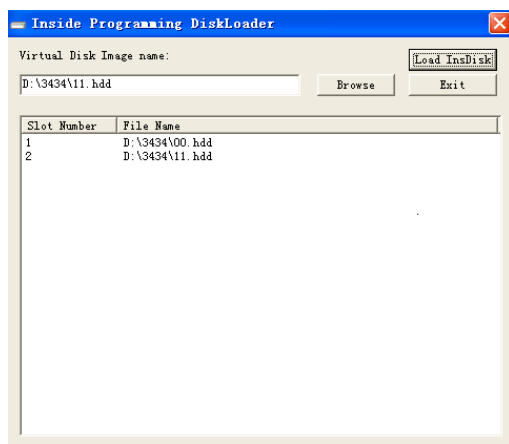

图 5-22 安装完成
(10) 同理安装第二个磁盘，按同样的方法进行加载，并安装驱动，安装完成后，如图 5-22 所示。